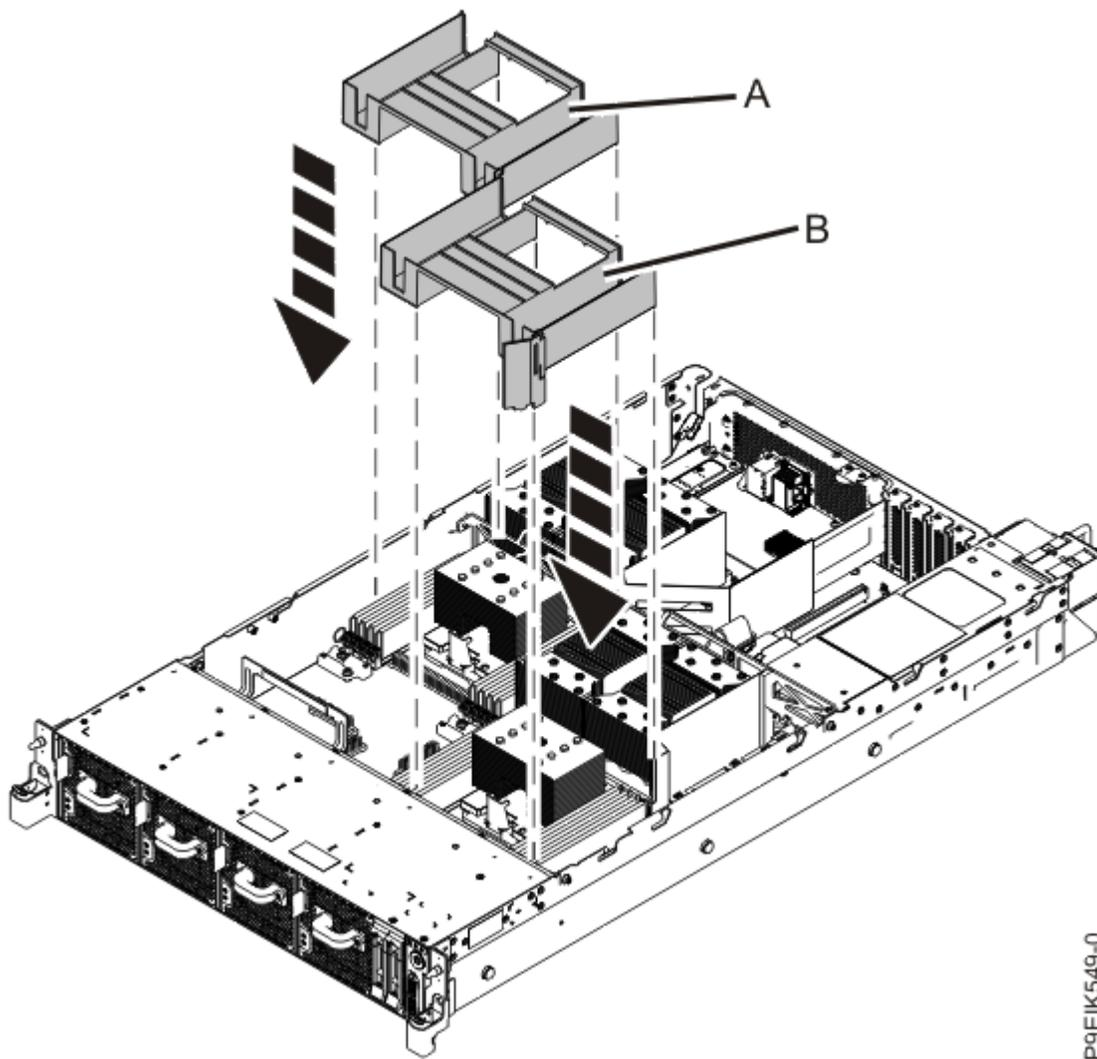

Figure 93. Remise en place des grilles d'aération du processeur système
11. Remettez en place les grilles d'aération (A) et (B) comme illustré à la Figure 93, à la page 116.